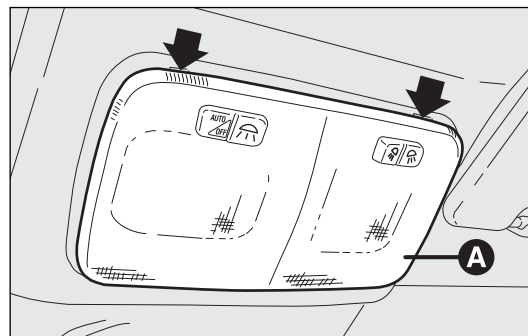
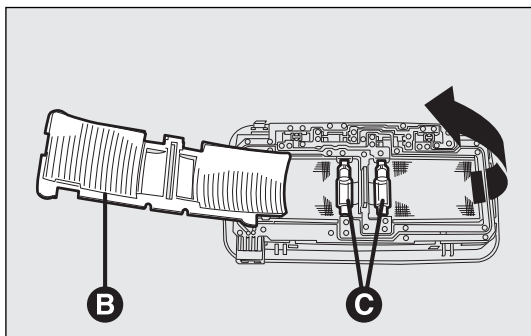

fig. 205
fig. 206
- actuar en los puntos indicados por las flechas y quitar el plafón A-fig. 205;
- ❑ abrir la tapa de protección B-fig. 206;
- ❑ sustituir las lámparas C-fig. 206 soltándolas de los contactos laterales y asegurándose de que las lámparas nuevas queden correctamente bloqueadas entre los mismos contactos;
- ❑ volver a cerrar la tapa B-fig. 206 y fije el plafón A-fig. 205 en su alojamiento asegurándose de que se bloquee.